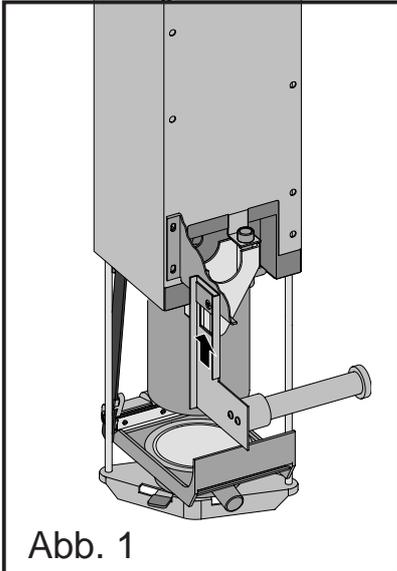

Abb. 1
- Den Riegel (2) unten an der Behälterkonsole herunterdrücken, den Produktbehälter (1) nach vorn entnehmen und leeren. (Abb.1)
- Die Kasse (1) aufschließen. (Abb.1)
- Rollenhalter aus dem Gerät nehmen (anheben, zur Seite und nach vorn herausnehmen) (Abb. 1)